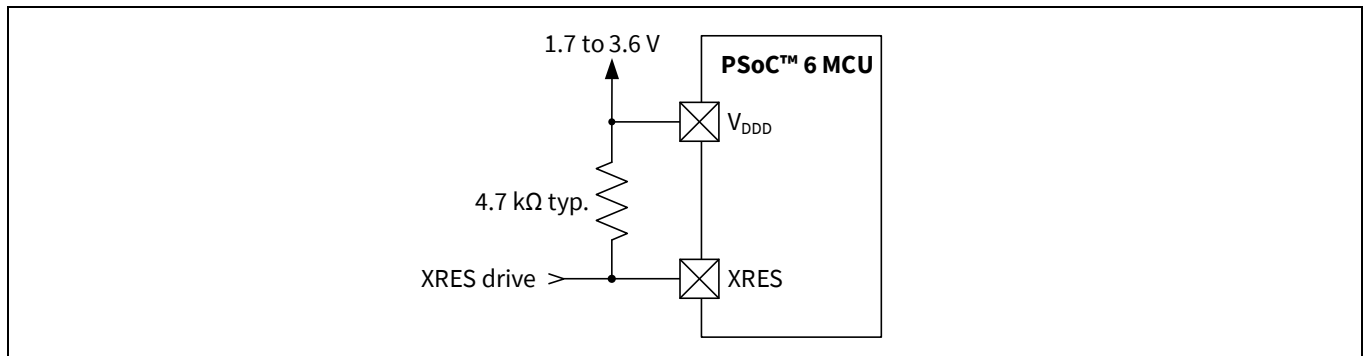

Figure 6 XRES 接続ダイアグラム
- 外部ソースを使用してデバイスをリセットする外部リセット専用ピン (XRES)。XRES ピンはアクティブ LOW です。Figure 6 に示すように、 V_{DD} へのプルアップ抵抗またはアクティブドライブ回路のいずれかに接続できます。プルアップ抵抗を使用する場合は、その値を選択して、ピンが Low に引き下げられたときの電流引き込みを最小限に抑えます。4.7 kΩ ~ 100 kΩ が標準です。